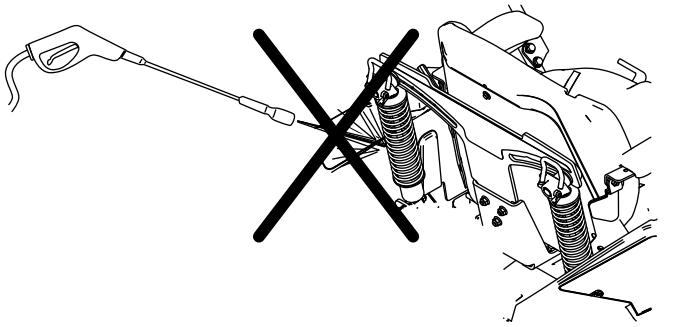

Figure 122
**Remarque:** Ne nettoyez pas les amortisseurs au jet d'eau sous pression (Figure 122).